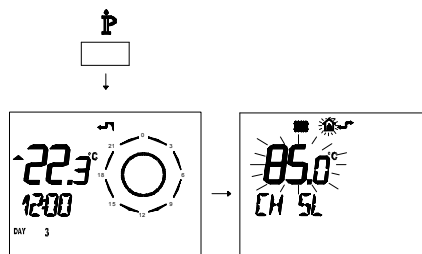

Figura 5.47
- Premere per più di 3 secondi il pulsante per entrare in modalità *INFO* (Figura 5.47).